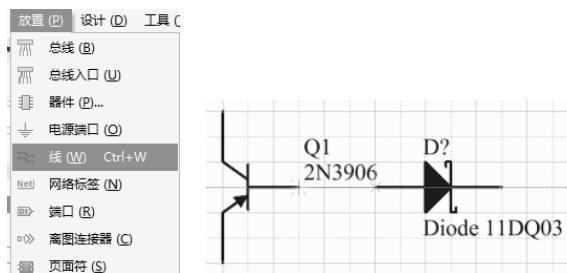

图 5-30 绘制导线
(1) 执行菜单命令“放置-线”，如图 5-30 中左图所示，或者也可以按快捷键“B”，在弹出的菜单中选择“布线”命令调出布线快捷栏，执行图标命令 ，激活放置导线命令，使鼠标光标变成十字状态。
(2) 选择一个元件的管脚作为开始点，鼠标光标靠近管脚，光标会自动吸附到管脚上，单击鼠标左键，然后再移动鼠标光标到另外的元件管脚作为结束点，单击鼠标右键或者按“Esc”键，结束此次绘制导线的操作，如图 5-30 中右图所示。